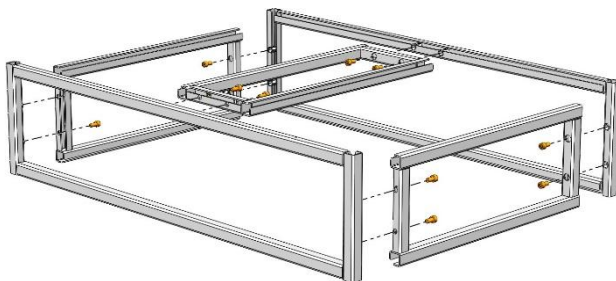

Рис. 1. Сборка каркаса
- Соединить рамы с поперечинами каркаса, используя винты М6х12 и предусмотренные в рамах заклёпки-гайки М6 (Рис. 1);